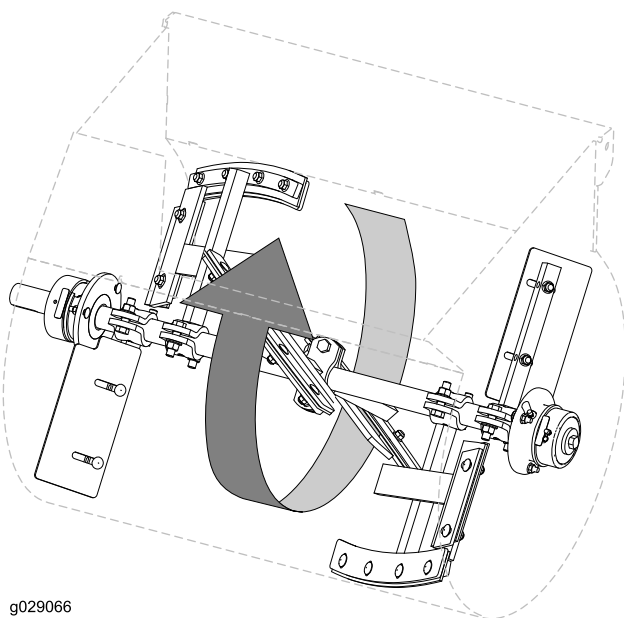

Figure 69
1. Faites tourner la pale de la rangée de pales gauche dans la cuve et localisez dans la cuve la plus petite distance entre la paroi et le racloir de la pale (**Figure 69**).